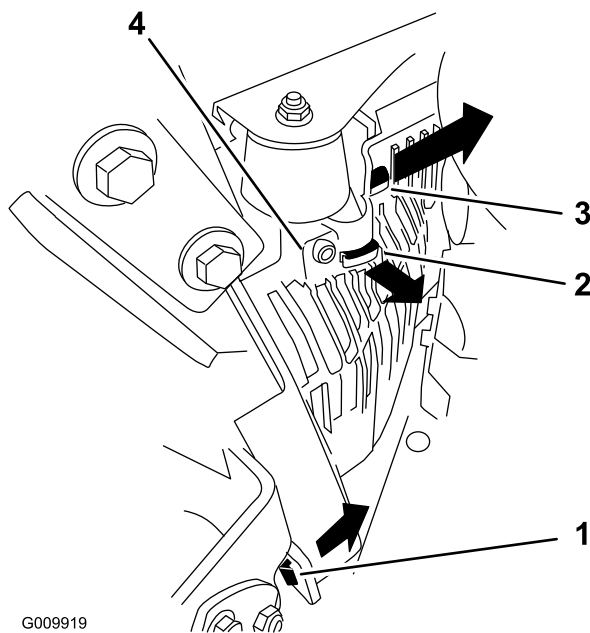

Figure 55
3. Déposez le capot de l'unité hydraulique gauche dans l'ordre indiqué à la Figure 55. Vous pourrez ensuite accéder à la bougie avant.
5. Montez le capot de l'unité hydraulique gauche (Figure 55).